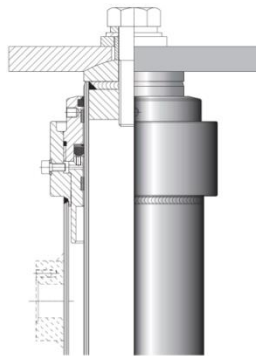
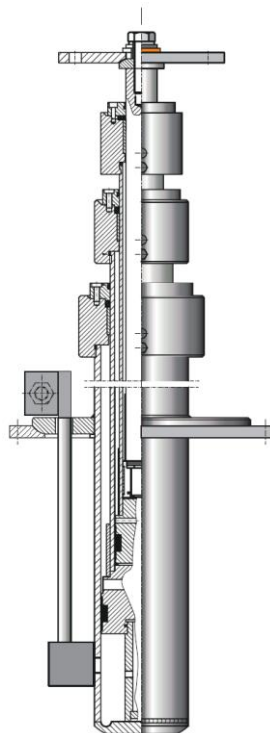

Fig. 5 – Testa cilindro diretto con snodo sferico
Fig. 6 – Cilindro telescopico con piastra intermedia snodata
- il cilindro diretto laterale è appoggiato direttamente sul fondo della fossa. La testa dello stelo è fornita con uno snodo sferico (Fig. 5) per poter agganciare l'arcata in modo flessibile senza trasmettere momenti. Lo snodo sferico deve essere ingrassato prima di fissare la piastra all'arcata.
I cilindri diretti centrali interrati sono forniti con una piastra superiore a snodo sferico (vedi Fig. 5) e con una piastra di appoggio intermedia, che per i cilindri telescopici è anche snodata (vedi Fig. 6). La parte di cilindro al di sotto della piastra intermedia è protetta con una speciale vernice anticorrosione di colore nero.